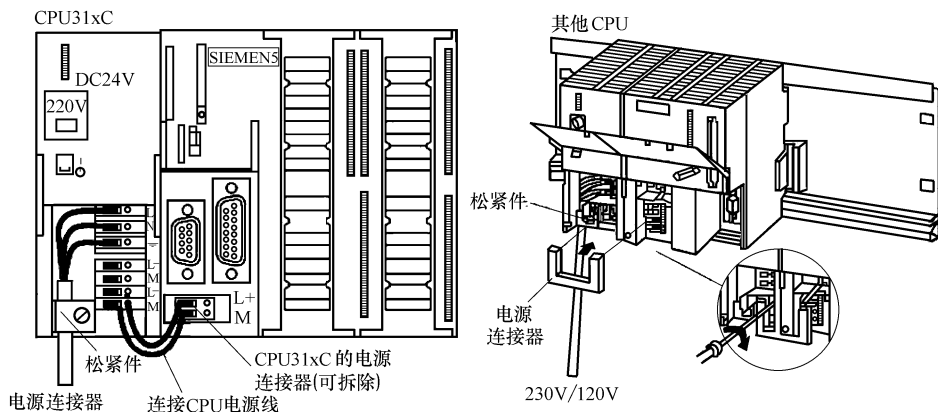

图 2-19 连接电源模块和 CPU 模块
5) 对 CPU 进行接线时，分两种情况进行（见图 2-19）：对于 CPU31xC 型号的 CPU，应先剥开 CPU 电源连接导线大约 11mm 的长度，然后将 PS307 的端子“M”和“L+”连接到 CPU 的端子“M”和“L+”；对于其他型号的 CPU，插入连接梳，并拧紧即可。